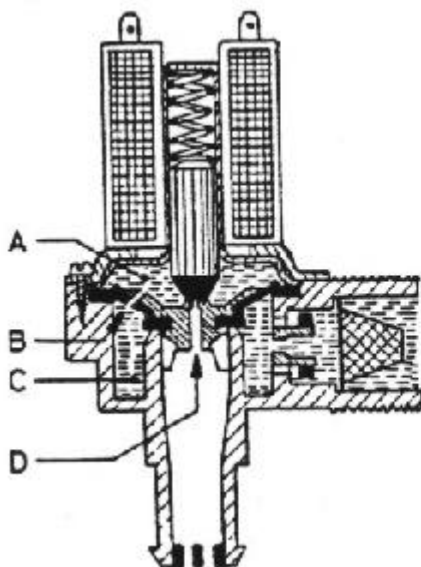
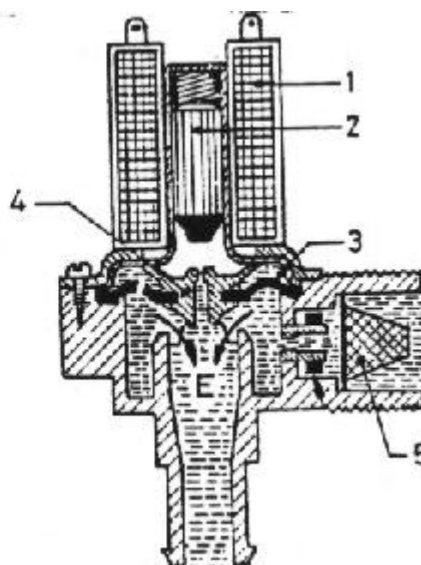

Fig.35
Fig.34
En la Fig. 35 se representa la sección en reposo de la electroválvula que se monta en nuestros Lavavajillas, y en la Fig. 34 se muestra en posición activada
Posición de Ev activada (Fig. 34). Cuando el selenoide (1) se activa, el núcleo (2) deja al descubierto el orificio (D) de la válvula (4), a partir de este momento comienzan a desequilibrarse las cámaras (A) y (C) en favor de esta última a través de los orificios (B) y (D), con lo cual el agua comienza a fluir de la electroválvula según indican las flechas (E).
Posición de Ev. en reposo (Fig. 35). En cuanto se desactiva el selenoide (1) en núcleo (2) cierra el orificio (D), comenzando desde este momento la válvula (4) a cerrar el paso de agua en la medida que las cámaras (A) y (C) se vayan equilibrando a través del orificio (B) de la membrana (3).